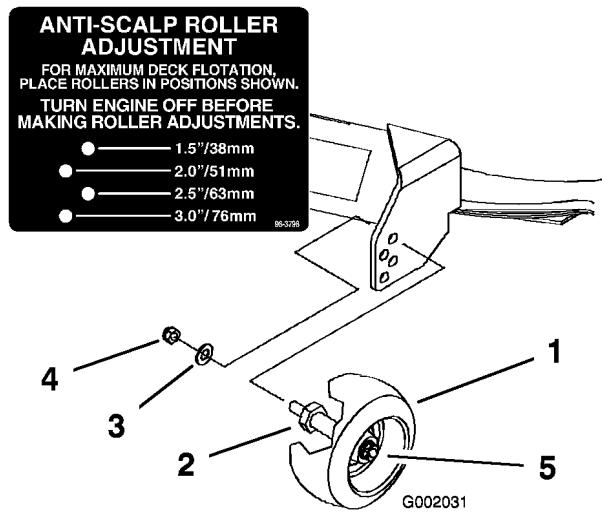

Figure 20
3. Lorsque la hauteur de coupe est réglée, enlevez l'écrou et la rondelle tout en maintenant le goujon avec une clé (Figure 20).
Remarque: N'enlevez pas l'écrou et la rondelle de la roue (Figure 20).
4. Choisissez le trou qui convient pour que le galet extérieur se trouve le plus près possible de la hauteur de coupe correspondante voulue (Figure 20).
5. Remettez l'écrou et la rondelle sur le goujon (Figure 20).